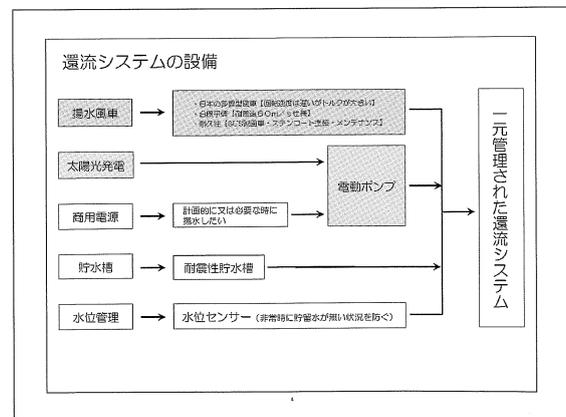

図3：還流システムの設備
還流システムは、①多翼型揚水風車②太陽光発電③商用電源制御④雨水貯水槽⑤貯水槽内水位管理システムの5項目の要素から成ります (図3：還流システムの設備)。まず、敷地内の雨水が地下貯水槽に流れます。風があるときは風車が回転し、その回転運動をピストン運動に変換してポンプを上下に動かし揚水します。